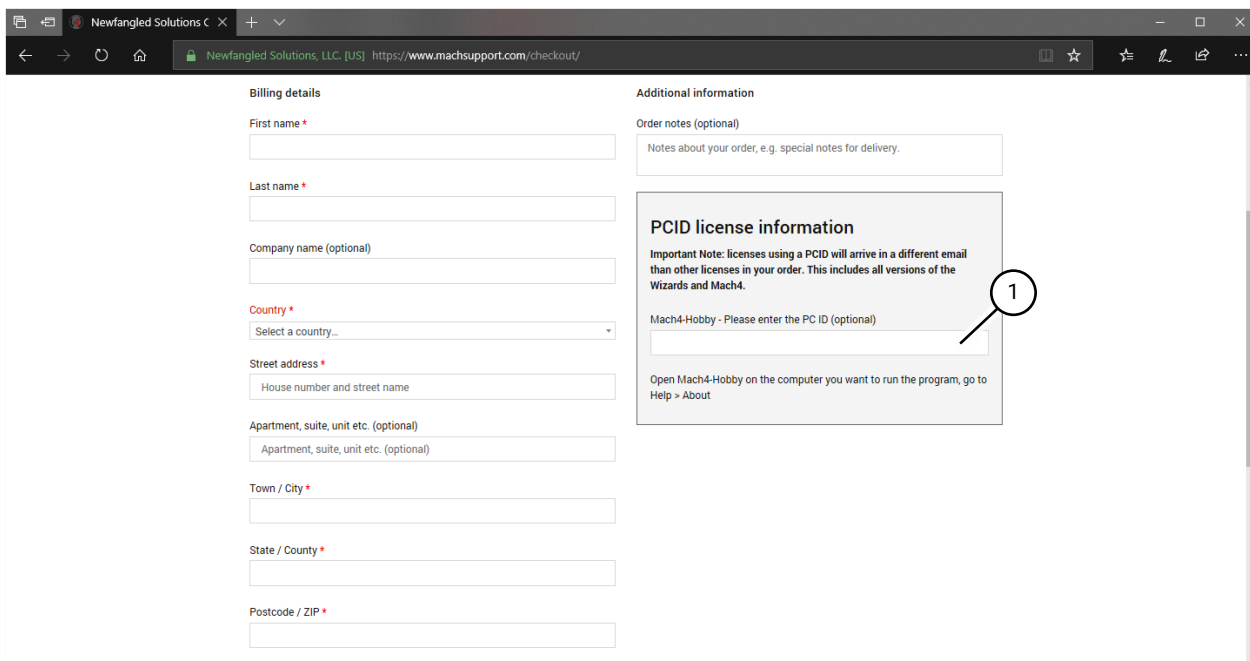

Fig 37 Détails et PCID
6. Dans la boîte d'information PCID (Fig 37 (1)), cliquez avec le bouton droit de la souris et sélectionnez "Coller". Le code PCID copié à l'étape 3 est entré. Remplissez le reste des informations de facturation requises. Remarque : Aucun logiciel ne vous sera facturé. Assurez-vous que l'adresse e-mail saisie est correcte et que vous avez accès à la boîte de réception car c'est là que le fichier de licence sera envoyé.